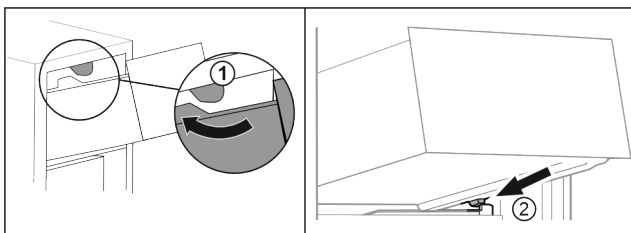

Fig. 74
- ▶ Обведите выдвижной ящик вокруг верхнего стопора. Fig. 74 (1)
- ▶ Наклоняя вниз, установите выдвижной ящик за нижние стопоры на контейнерное ребро. Fig. 74 (2)